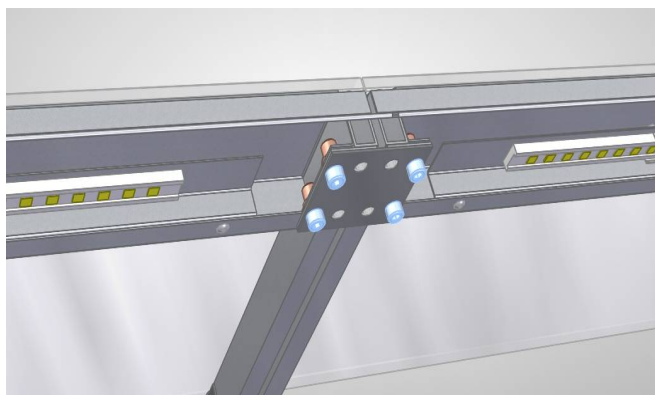

Рис.3
- Фонари витрин стягиваются с помощью пластины для стягивания и винтов метрических с цилиндрической головкой М6х16 (по 4 шт. на витрину) (необходим шестигранник) и шайб увеличенных 6 (по 4 шт. на витрину), входящих в комплектацию витрины. (рис.3).